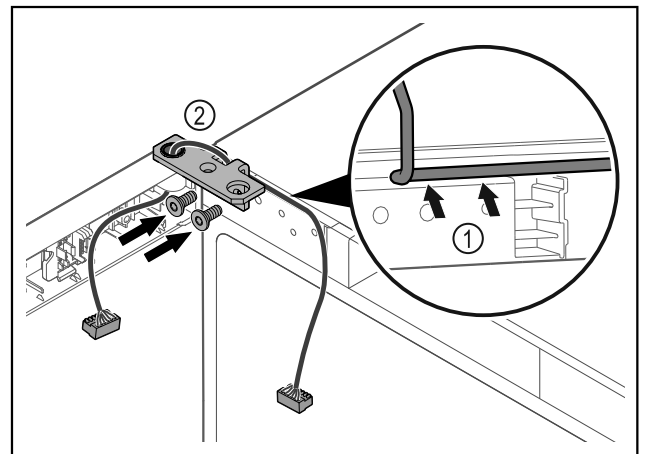

Fig. 46
- ▶ Prakiškite laidą pro šarnyrinio kampuočio angą ir atsargiai nutieskite Fig. 46 (1).
- ▶ Prisukite šarnyrinį kampuočių Fig. 46 (2).